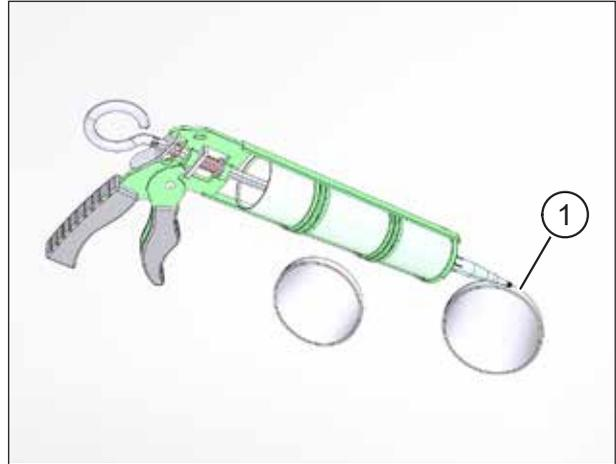

Abb. 43: Lüftungsrohre an der Außenwand abdichten
- ▶ Fasen Sie beide Rohrdurchbruchkanten (Pos. 1 in Abb. 43) mit ca. 5 x 45° ab, um einen Freiraum für die Dichtungsfugen mit dauerelastischem Dichtstoff zu schaffen.